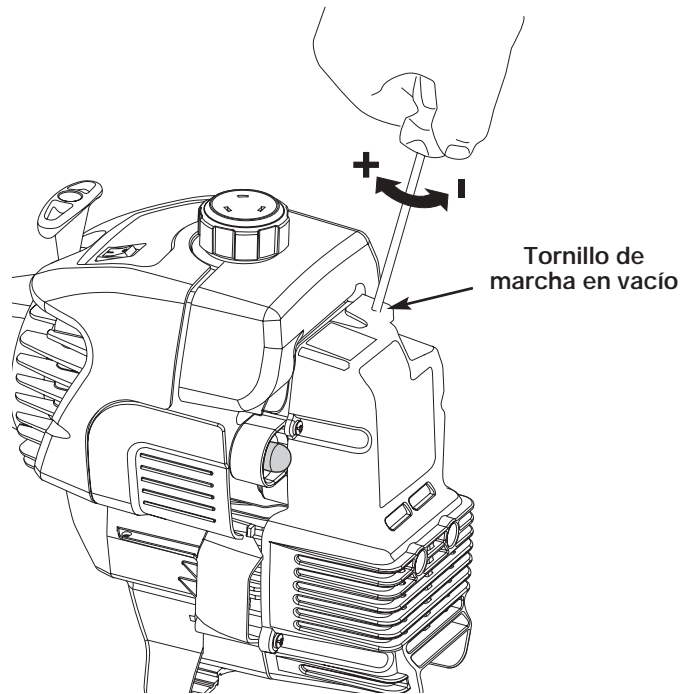

Fig. 32
La velocidad lenta del motor puede ser ajustada por la cubierta del silenciador / filtro de aire (Fig. 32).
2. Suelte el gatillo del regulador y deje que el motor funcione en marcha lenta. Si el motor se para, inserte un pequeño destornillador Phillips o de vástago plano en el orificio de la cubierta del silenciador / filtro de aire (Fig. 32). Gire el tornillo de marcha lenta en sentido horario, de a 1/8 de vuelta por vez (según sea necesario) hasta que el motor funciona en mínima.